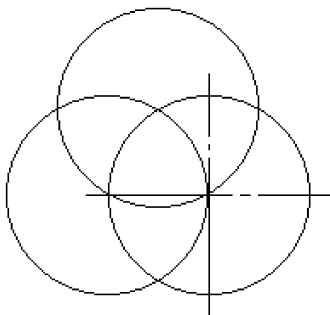

图 2-40 绘制圆周的第二个圆
4) 以左边圆和中心圆在交点为圆心，绘制圆周的第二个圆，如图 2-40 所示。